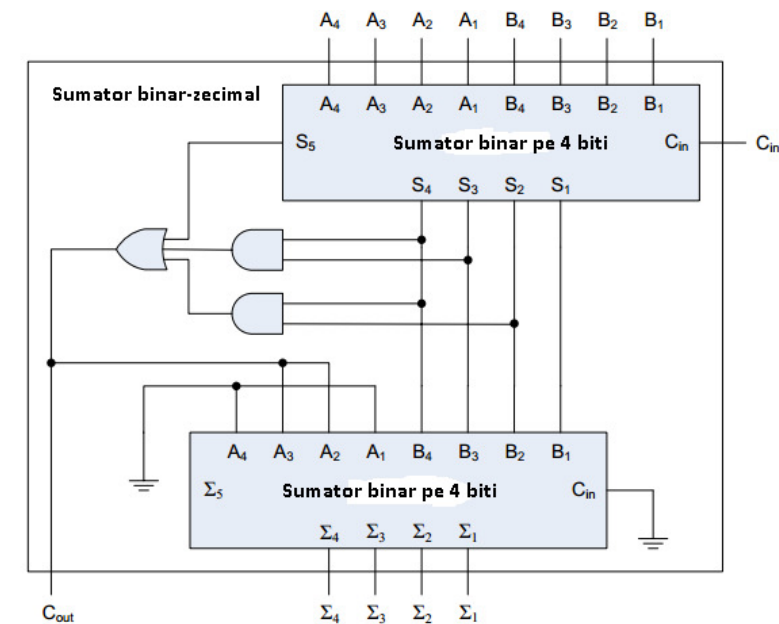

Figura 8. Sumator binar-zecimal
3. Se va proiecta un sumator binar-zecimal pe o tetradă pentru codul 8421 (figura 8). Se va utiliza proiectarea ierarhică. Descrierea circuitului va fi efectuată în limbajul VHDL, folosind codificarea structurală și comportamentală.